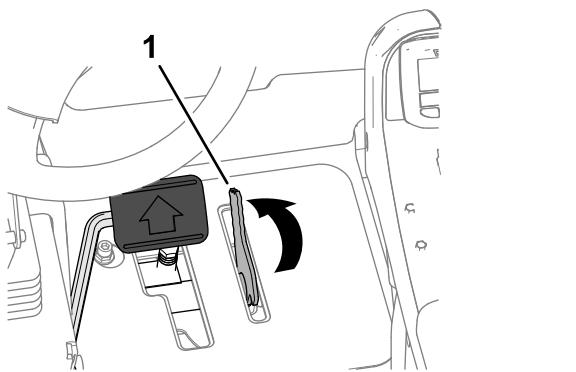

Рисунок 56
- Ногой переведите рычаг ограничителя скорости скашивания вперед, в положение СКАШИВАНИЕ (Рисунок 56).